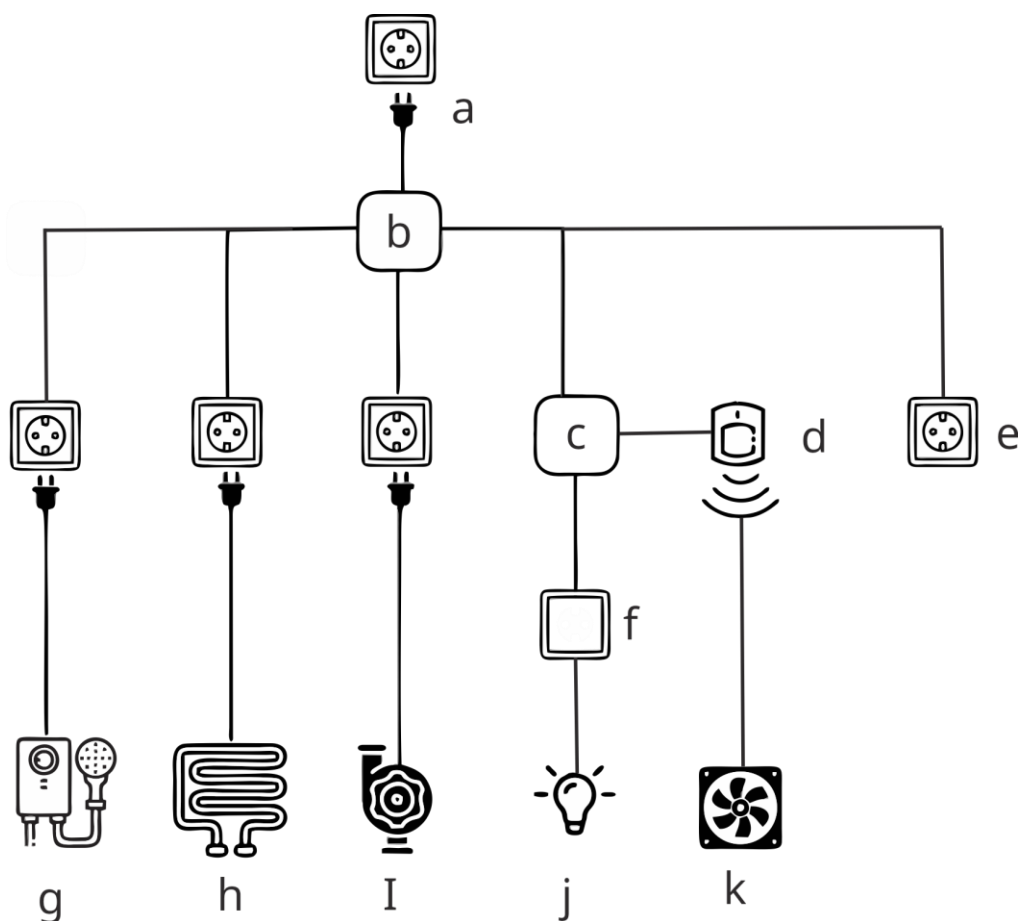

Rys. 6.4. Sposób prowadzenia instalacji elektrycznej w osłonie elastycznej typu “peszel”
- B. Montujemy gniazda wtykowe i łącznik elektryczny, doprowadzamy przewody elektryczne 1,5mm² w osłonie elastycznej typu "peszel" zgodnie z **rys. 6.4**. Przewody w osłonie elastycznej mocujemy za pomocą uchwytów kablowych z gwoździem co 20-30 cm.